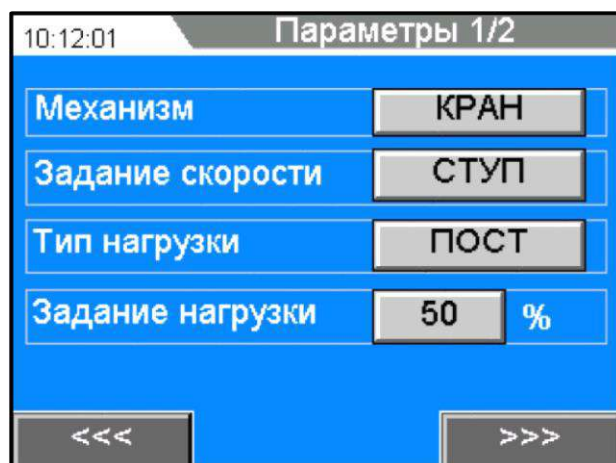
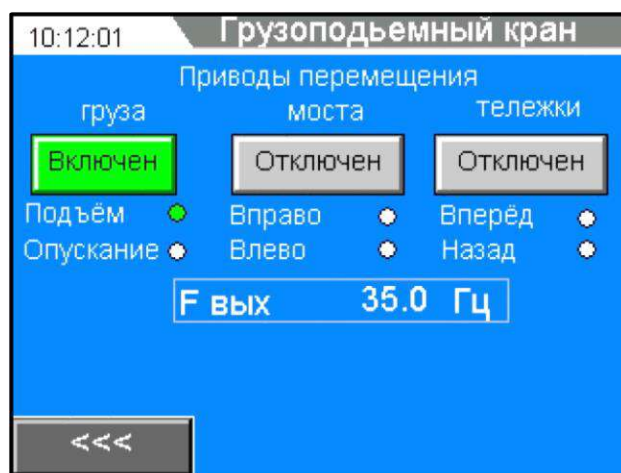

Рисунок 7 – Окно «Параметры 1/2» в ПЛК №1
Рисунок 8 – Окно «Грузоподъемный кран» в ПЛК №1
10.12.54. Перейдите на панели ПЛК №1 в окно «Параметры 1/2» и выберите механизм «Кран», нажав на кнопку напротив надписи «Механизм» (смотрите рисунок 7). Затем перейдите в окно «Грузоподъемный кран» и активируйте привод перемещения груза, нажав на кнопку под надписью «груза». Кнопка станет зеленого цвета и на ней появится надпись «Включен» (смотрите рисунок 8).
10.12.55. Выберите в этом же окне «Параметры 1/2» способ задания скорости - «Ступенчатое» (СТУП, программное задание скорости), нажав на кнопку напротив надписи «Задание скорости» (смотрите рисунок 7).